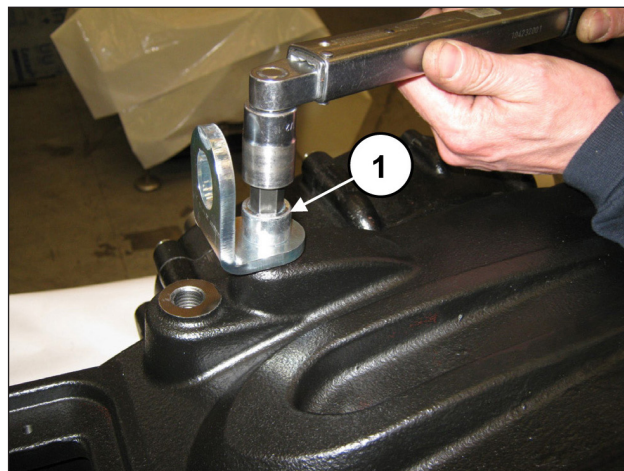

Fig. 93
Aplique as tampas e os suportes de elevação mediante os parafusos especiais M16x30 (pos. ①, Fig. 93).